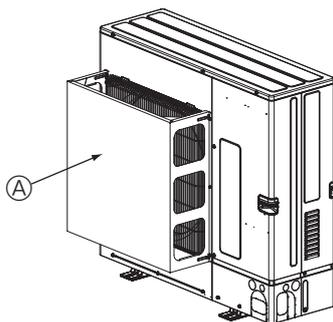

Fig. 2-5
- ② Zainstalować opcjonalną kierownicę powietrza w przypadku, gdy jednostka zewnętrzna jest zainstalowana w miejscu, w którym silny wiatr, np. tajfun, może bezpośrednio działać na wylot powietrza. (Fig. 2-5).